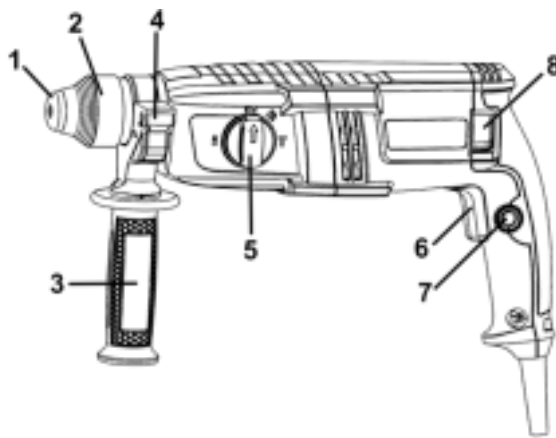

Рисунок 1
2.2.1 Виріб має несучий пластиковий корпус з вмонтованим електричним колекторним двигуном, редуктором з пневматичним ударним механізмом, на вихідному валу якого встановлюється патрон **SDS-Plus** (2) для закріплення змінних робочих інструментів з циліндричними хвостовиками системи SDS-Plus, згідно рис. 1. Корпус одночасно вміщує органи керування режимами інструменту, шнур живлення від мережі змінного однофазного струму та має опорну поверхню для встановлення передньої рукоятки (3) з можливістю фіксованого позиціонування навколо подовжньої вісі виробу.
4.1 Виберіть необхідний режим роботи виробу за допомогою перемикача (5) (див. рисунок 1, таблицю 1). При необхідності встановлення свердлильного патрона – встановіть його в патрон
4.2 Для увімкнення виробу натисніть на курковий важіль перемикача (6) (рис. 1). Для відключення виробу слід курок відпустити.